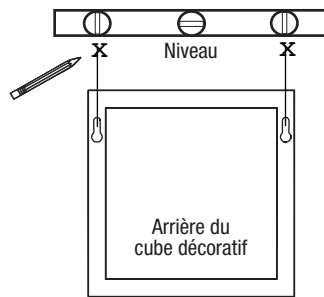

Figure 1
ÉTAPE 1: Choisissez les emplacements d'installation désirés et marquez l'emplacement des encoches en trou de serrure sur le mur aux intervalles appropriés. Utilisez un niveau pour vous assurer que les boîtes-cadres seront bien droites, tel qu'illustré à la **Figure 1**.